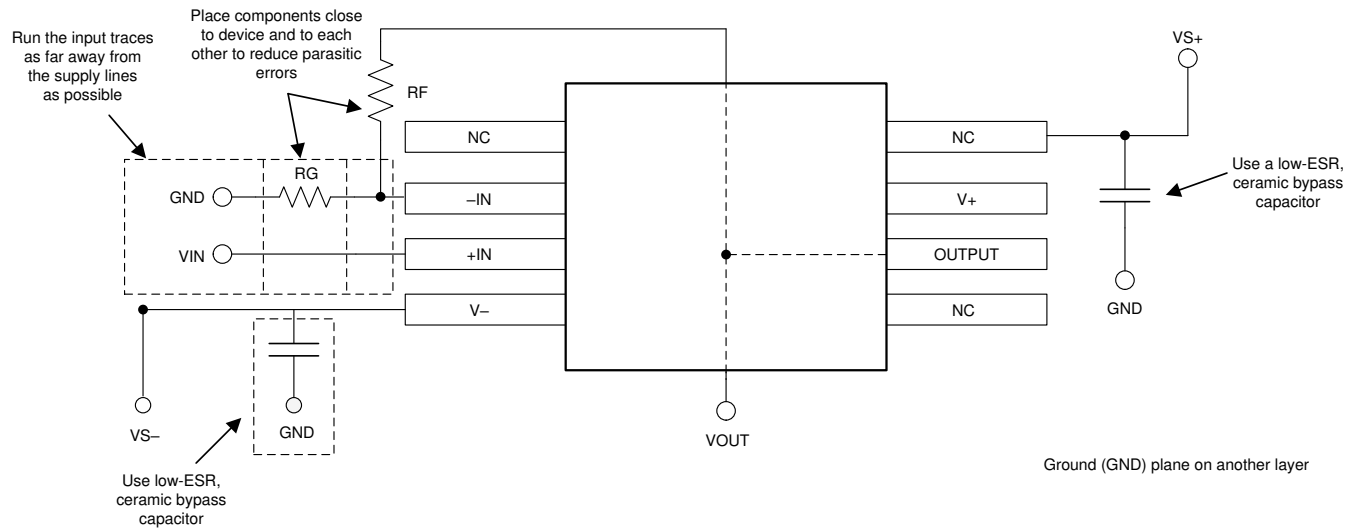

図 10-2. 非反転構成のオペアンプ基板のレイアウト
- 外付け部品は、可能な限りデバイスに近く配置します。図 10-2 に示すように、 R_F と R_G を反転入力に近づけて配置すると、寄生容量が最小化されます。